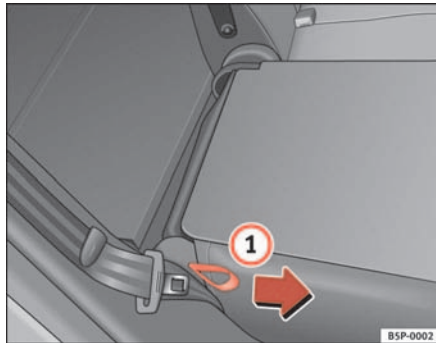

Abb. 98 Umklappen bzw. Aufrechtstellen der Rück-
- Ziehen Sie an der Schlaufe auf der Seite des Sitzes ⇒ Abb. 98 **1**